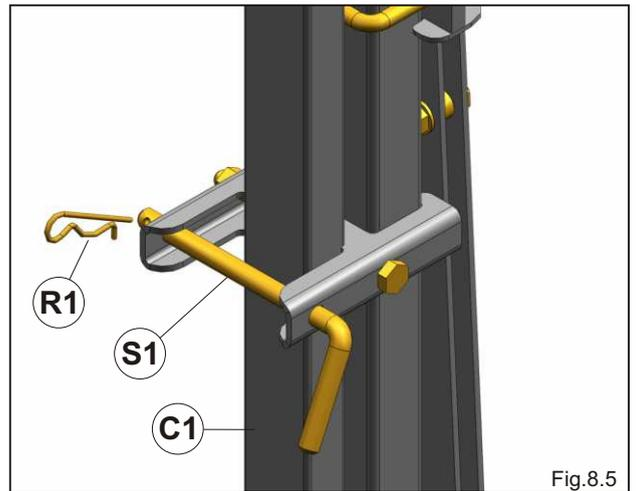

Fig.8.5
- Enlever les goupilles de sécurité **S1** et **R1** (Fig.8.5), en relâchant attentivement le bras du traceur de rangées **C1**.